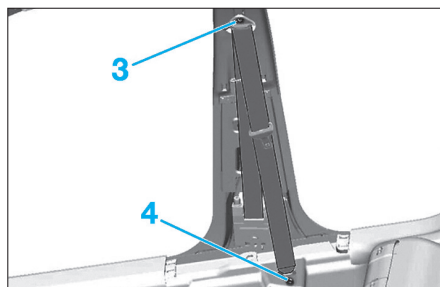

Fig. 20
- Décliper le cache (2) suivant (a).
- Déposer la vis (3) et (4) (Fig.20).